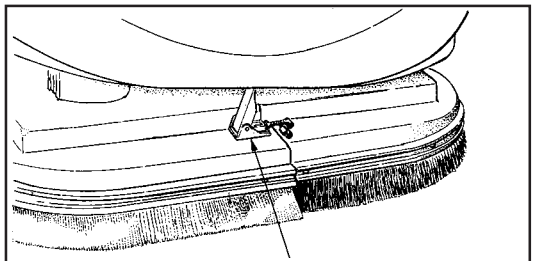

Abb. 16
5. Entriegeln Sie das linke und rechte Bürstengehäuse und entfernen Sie es. Siehe Abb. 16.